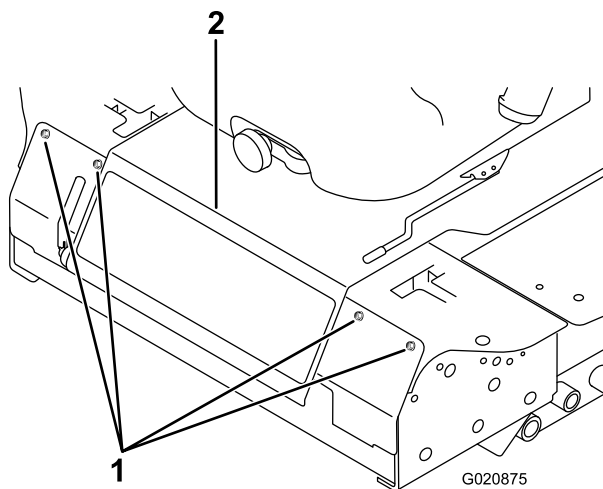

Рисунок 53
3. Снимите болты крепления передней панели и снимите переднюю панель (Рисунок 53).